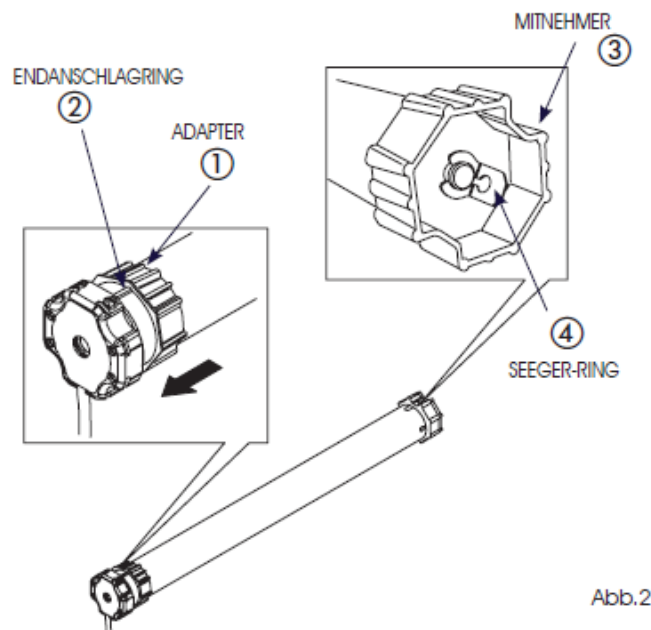

Abb.2
1. Den Adapter (Abb.2, Bez.1) so weit über das Motorrohr schieben, bis er vollständig in der im Endanschlagring enthaltenen Führung festsetzt (Abb.2, Bez.2). Den
2. Mitnehmer (Abb.2, Bez.3) auf die Motorwelle stecken und mit dem im Lieferumfang enthaltenen Seeger-Ring sichern. (Abb.2, Bez.4).